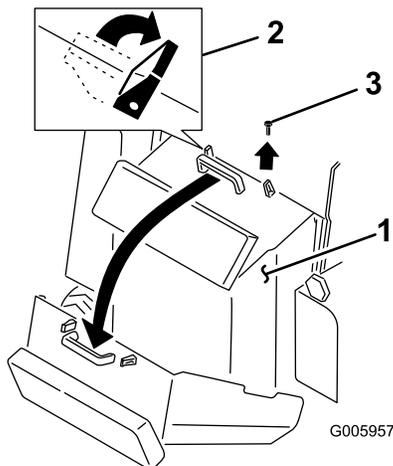

Рисунок 23
3. Освободите две крепежные лапки наверху задней крышки доступа (Рисунок 23).
4. Снимите болт, расположенный рядом с правой крепежной лапкой (Рисунок 23).
5. Возьмитесь за ручку и потяните крышку вверх и назад, чтобы откинуть ее в открытое положение (Рисунок 23).